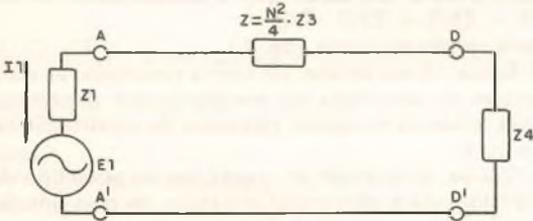

FIGURA 14
$$Z = N^2/4 \cdot Z3 - \text{vide figura 14}$$
b) ausência de reflexão nos bornes de saída B-B' A relação (II) quando satisfeita implica que a impedância de entrada nos bornes A-A' do transformador diferencial é, como mostra a figura 14, igual a: